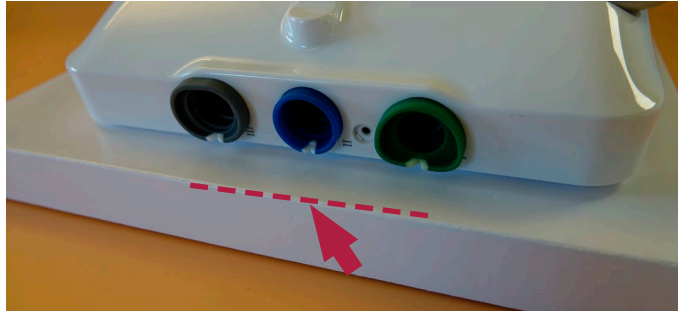

Figure 30 - Positionnement du boîtier arrière, en commençant par le côté où se trouvent les anneaux de couleur
- c) **Placer le boîtier arrière sur l'écran, en commençant par le côté où se trouvent les anneaux de couleur (Figure 30)**